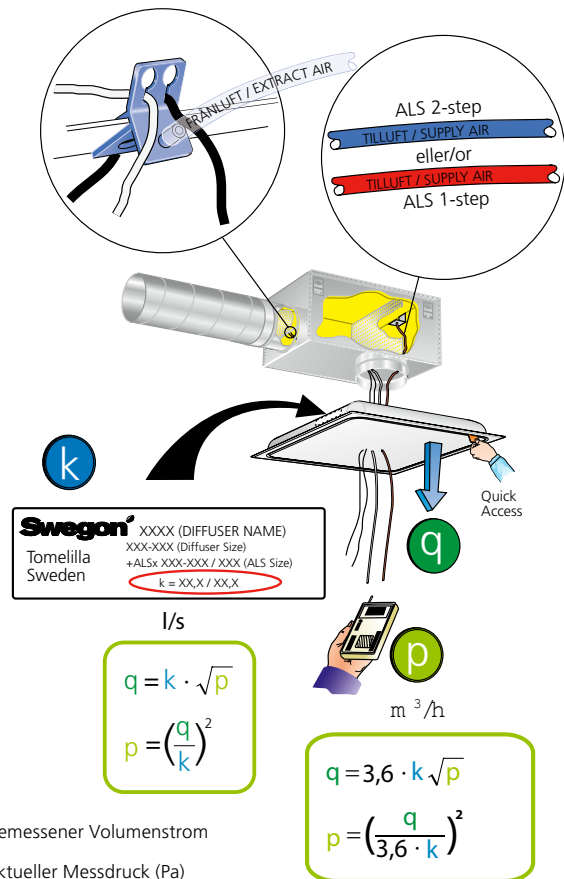

Abb. 1. Einregulierung mit ALS.
- Volumenstromberechnung mit K-Faktor und gemäß Formeln auf Abbildung 1.